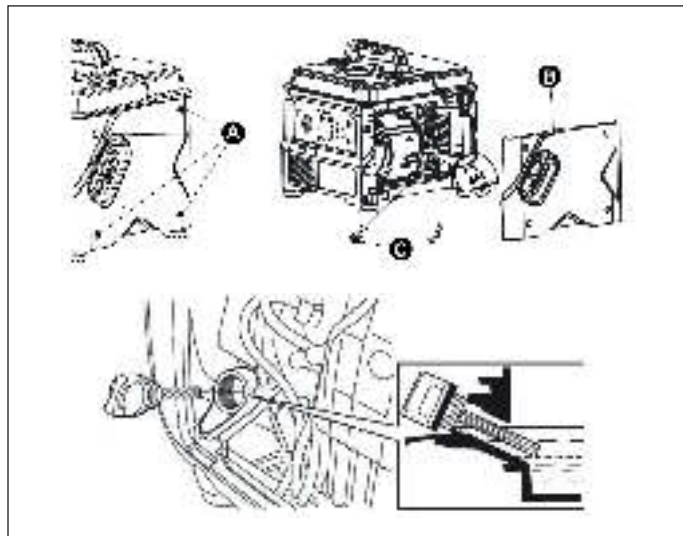

Рис.1
- Отвинтите крышку заливной горловины картера. Если уровень масла меньше нижнего края горловины, долейте масло до максимального уровня (Рис. 1).